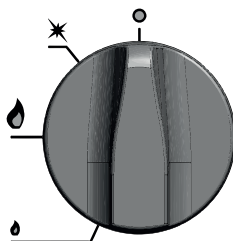

Figure 8. Réglage de la manette où a lieu une coupure totale de l'arrivée du gaz du brûleur.
- Vérifiez que toutes les manettes des brûleurs non utilisés sont en position « brûleur éteint » (Fig. 8).
- Une fois le travail avec le brûleur terminé, fermez l'arrivée du gaz en tournant la manette en position « éteint » (mouvement horaire) (Fig. 8). **Attention ! Lorsque vous utilisez le gaz propane-butane, fermez la valve de la bouteille à l'aide de la manette avant d'éteindre le brûleur**